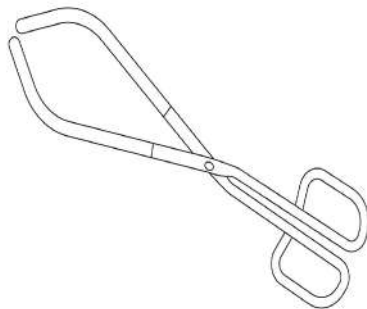

Рис. 124. Щипцы для стаканов
2. **Щипцы для стаканов** (рис. 124) — специализированное лабораторное приспособление, разработанное для безопасных манипуляций с агрессивными веществами или горячей посудой. С помощью специального захвата можно устойчиво зафиксировать стакан, чтобы перенести его в нужное место, установить на горелку, снять с горелки или плитки. Захват охватывает стакан с двух сторон. Для того, чтобы стакан не скользил, захват снабжен термо- и химически стойким покрытием с насечками. Шарнир щипцов плоский. Изделие изготавливается из нержавеющей стали, отличается прочностью, износостойкостью, долговечностью и стойкостью к химическим веществам.